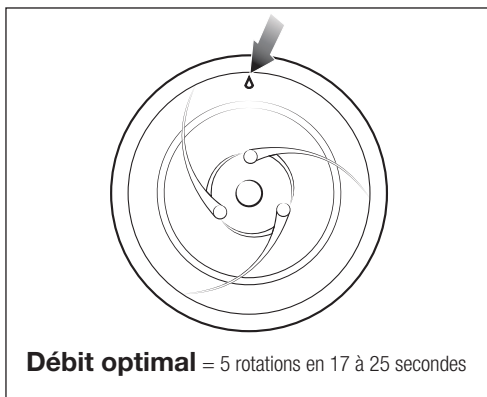

Figure 8. Indicateur de vitesse des roulettes
4. Repérer l'indicateur de vitesse sur la roulette arrière **droite** (Figure 8).